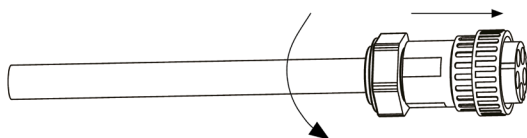

Fig. 36. Raccordement et fixation du manchon à la borne CA.
- e. En suivant le sens de la flèche, exercer une pression sur le manchon fileté jusqu'à ce qu'il soit assemblé à la tête de la borne CA, puis tourner le presse-étoupe dans le sens des aiguilles d'une montre pour le verrouiller (cf. Fig. 36) :